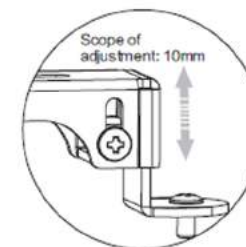

figure 16
4.) Si les points de fixation ne sont pas disposés sur le même plan, utilisez les vis de réglage du bras de fixation afin de compenser ce décalage (figure 16).